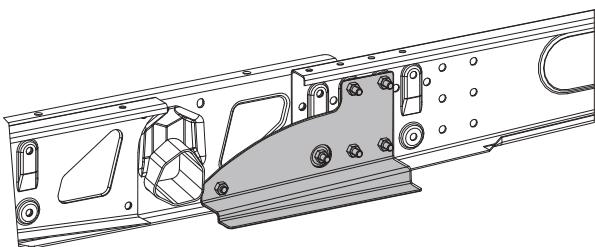

Fig. 18
- Velegnet til campingvogne på op til 1800 kg med et AL-KO M-chassis med forskydelige vanger (Fig. 18).